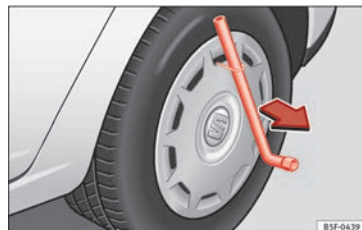

Abb. 61 Die Radvollblende vom Rad abnehmen.
- Ziehen Sie die Radvollblende mit dem Drahtbügel ab »» **Abb. 61**.